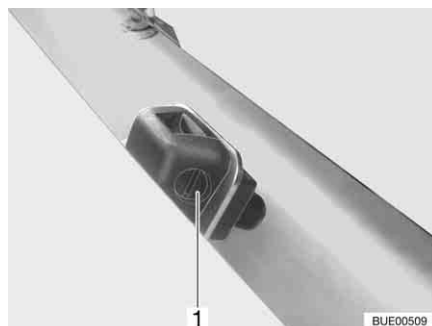

Bild 43 Scheibenwaschdüse
- Mit einem geeigneten Schraubendreher an der Stellschraube (Bild 43,1) drehen, bis die gewünschte Stellung erreicht ist.